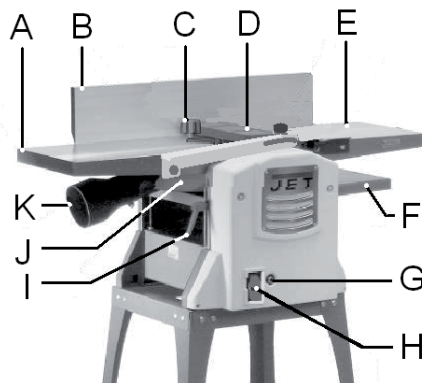

Рис. 7
- Вы можете включать и останавливать станок с помощью кнопки ON (ВКЛ) / OFF (ВЫКЛ) (H, Рис. 7).
- В случае перегрузки станка будет срабатывать защита двигателя от перегрузки (G).